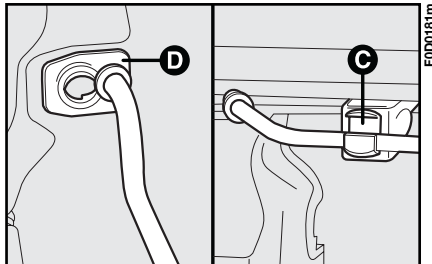

Abb. 135
- Die Stütze von der Halterung **C**, **Abb. 135** befreien und sie in die Aufnahme **D** in der Motorenhaube einsetzen.
1) die Motorhaube mit einer Hand halten und mit der anderen Hand den Stützstab **Abb. 135** aus der Aufnahme **D** nehmen und in seine Befestigung zurücklegen **C**;